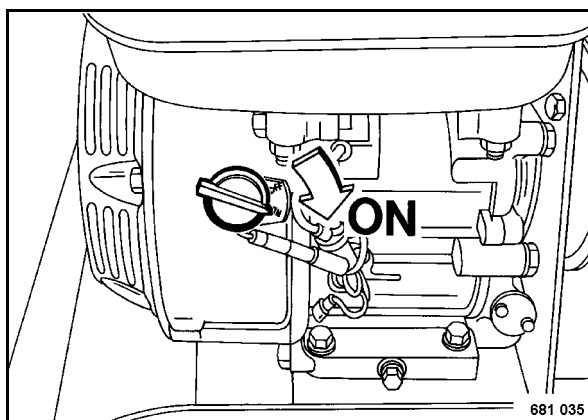

рис. 9
- Переключить выключатель зажигания 3 (рис. 9) в положение "ON".